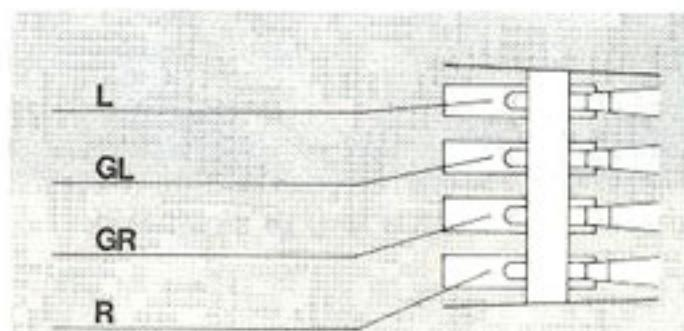

Fig. 14
3. Die Anschlüsse am Systemträger und Tonabnehmersystem sind gekennzeichnet (Fig. 14). Verbinden Sie die Anschlußlizen des Systemträgers mit den entsprechenden und gleich gekennzeichneten Anschlußstiften des Tonabnehmersystems.
3. Les connexions sur le porte-cellule et la cellule sont repérées. Reliez les cordons du porte-cellule aux broches de la cellule portant le même repère (Fig. 14).
3. The connection inputs on the cartridge holder and on the cartridge are color coded. Connect the leads on the cartridge holder to the correspondingly coded connection pins of the cartridge (Fig. 14).